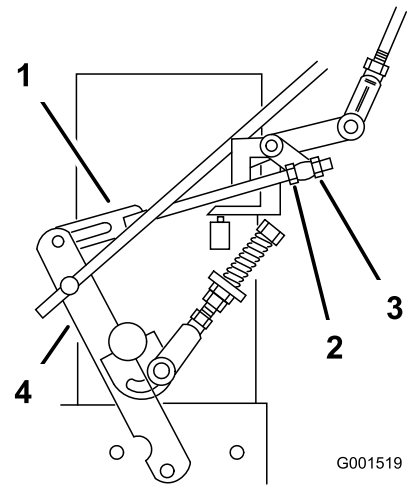

Figura 33
8. Allentate il dado di regolazione anteriore sulla tiranteria di comando idraulico (Figura 33).
9. Girate il dado di regolazione posteriore di sinistra in senso antiorario finché la ruota non gira in avanti (Figura 33).
10. Girate il dado di regolazione posteriore 1/4 di giro per volta in senso orario. Quindi, spostate in posizione di MARCIA AVANTI la leva di comando della velocità e riportatela indietro in posizione di FOLLE. Ripetete queste operazioni finché la ruota sinistra non gira più in avanti (Figura 33).